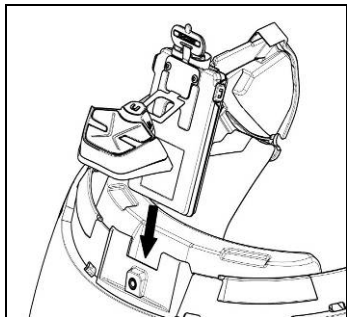

Fig. 6
- Introducir el sistema en el alojamiento correspondiente en la parte trasera del casco, empujarlo hasta tocar el fondo de la ranura. (Fig. 6).